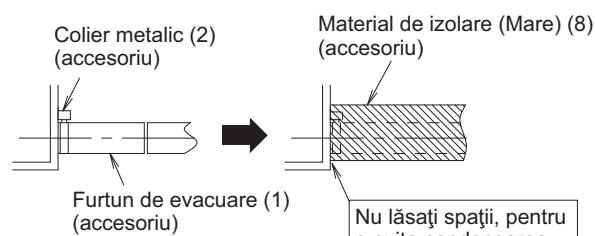
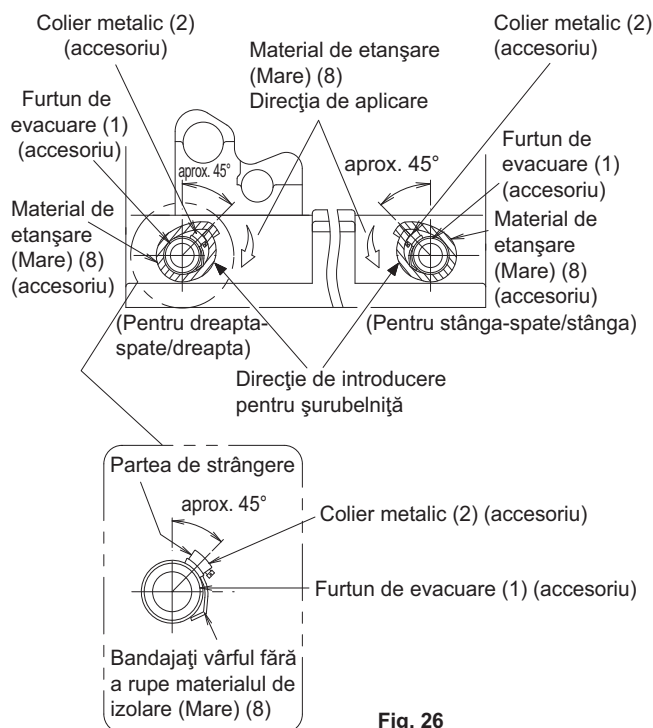

Fig. 25
Fig. 26
- Aveți grijă să utilizați furtunul de golire (1) și colierul de metal (2) anexate. De asemenea, introduceți furtunul de golire (1) în baza ștuțului de golire și strângeți bine colierul de metal (2) la baza ștuțului de golire. (Consultați Fig. 25 și Fig. 26) (Instalați colierul de metal (2) astfel încât partea de strângere să fie în interiorul unui interval de circa 45° așa cum este prezentat în Fig. 26.) (Nu lipiți ștuțul de golire și furtunul de golire. În acest caz, întreținerea și inspecția schimbătorului de căldură și a altor componente nu poate fi executată.)
- Curbați vârful colierului de metal (2) astfel încât materialul de etanșare să nu se bombeze. (Consultați Fig. 26)
- Când efectuați izolarea, înfășurați materialul de etanșare (mare) (8) anexat pornind de la baza clemei de metal (2) și furtunul de golire (1) în direcția săgeții. (Consultați Fig. 25 și Fig. 26)